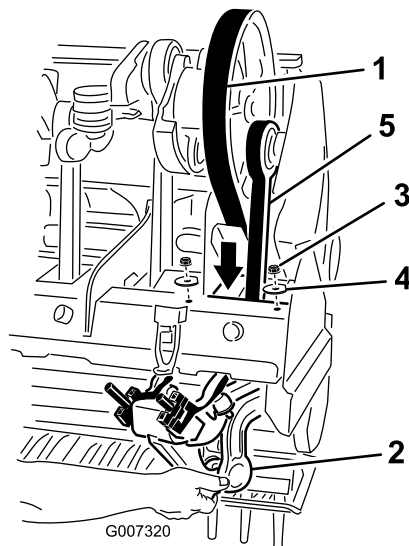

Bild 39
- Lösen und nehmen Sie die zwei Sicherungsmuttern und Scheiben ab, mit denen der RotaLink-Stoßdämpfer für den Stampfarm Nr. 1 befestigt ist (Bild 39).
- Verlegen Sie den Treibriemen nach unten durch den Aerifizierkopfrahmen und um das untere Ende des Stampfarms Nr. 1 (Bild 39) herum.